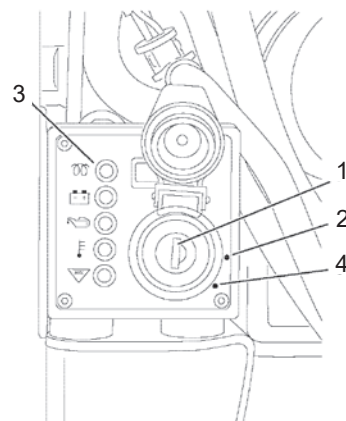
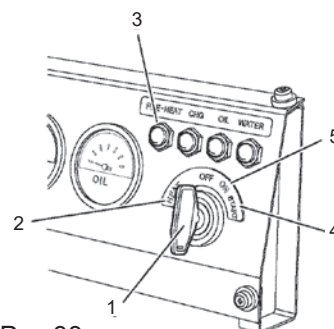

Рис.32
Рис.33
6. Вставьте ключ в замок зажигания (1, Рис. 32) или (1, Рис. 33).
7. Поверните ключ в положение ON (2, Рис. 32) или в положение HEAT (2, Рис. 33). Индикатор предварительного нагрева (3, Рис. 32) мигает несколько секунд, а затем гаснет. После того, как индикатор предварительного нагрева погаснет, можно запустить двигатель.
8. Поверните ключ в положение START position (4, Рис. 32 или 4, Рис. 33). Отпустите ключ, как только двигатель запустится. Он вернется в положение ON (2, Рис. 32) или (5, Рис. 33).